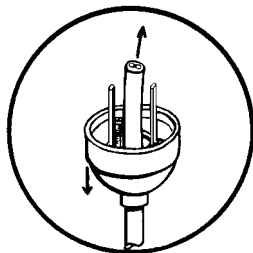

Fig. 2
2. Slip the plug back on the cord (Fig. 2).
2. Resbale la toma para arriba del cordón (Fig. 2).